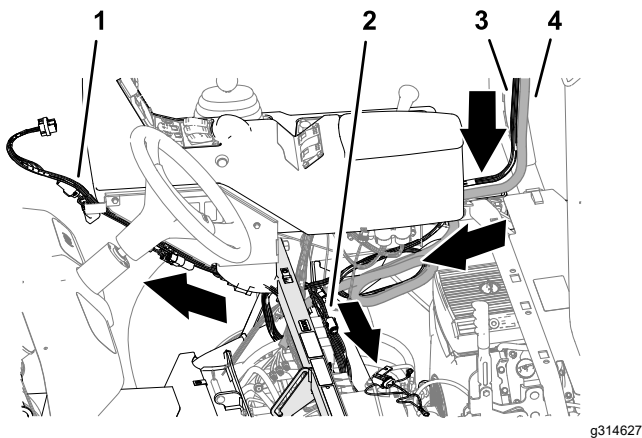

Figura 163
3. Enrute la rama de 227 cm (89½") del arnés de datos de navegación y eléctrico por la parte inferior de la consola de control de la máquina (Figura 163).
4. Enrute la rama de 258 cm (101½") del arnés de datos de navegación y eléctrico por el tubo de sujeción del amortiguador y hacia la batería (Figura 163).